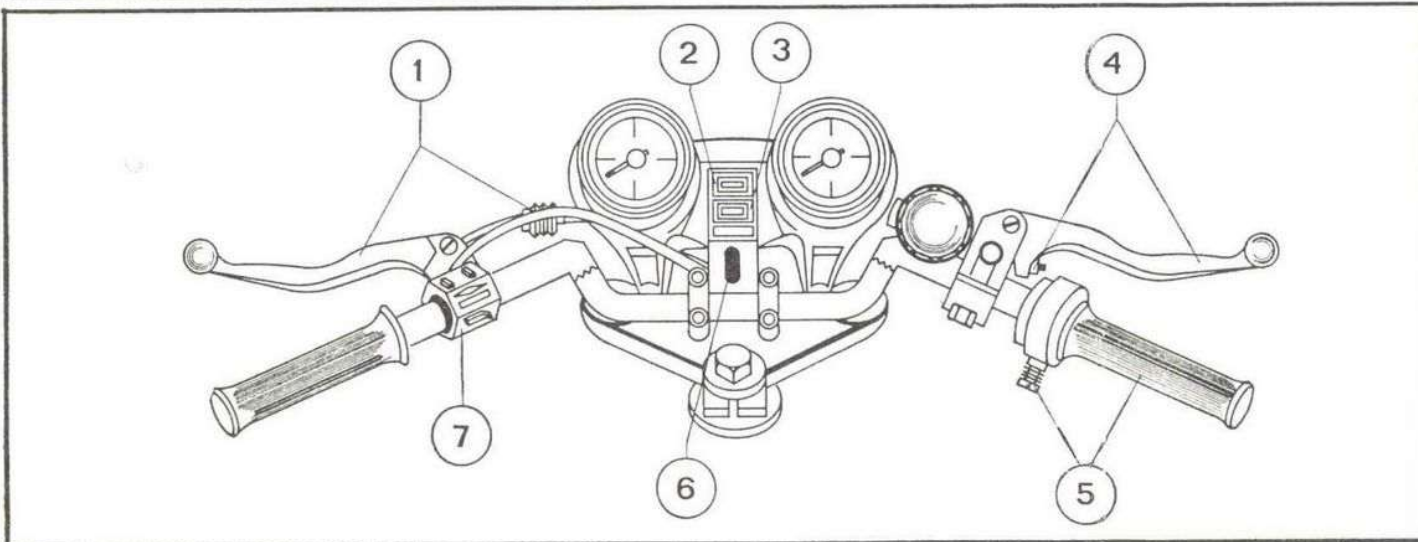

Fig. 2
- 1 - Inserire la chiavetta nell'interruttore di accensione e ruotarla fino al raggiungimento del primo scatto (fig. 2).